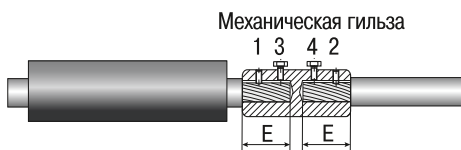

Рисунок 4
4.8 При соединении жил болтовыми гильзами со срывными головками удалить изоляцию с жил на длине Е (рисунок 4).
4.11.2 Установить на соединяемые жилы гильзу до упора в изоляцию и подтянуть от руки болты в порядке 1-2-3-4 (рисунок 4).